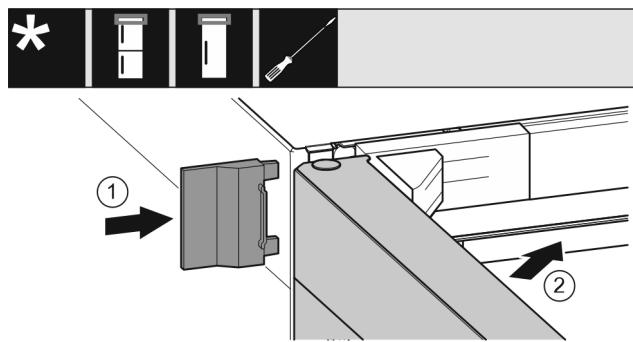

Fig. 24
- ▶ Насуньте зовнішню кришку. Fig. 24 (1)
- ▶ Закройте верхні дверцята. Fig. 24 (2)